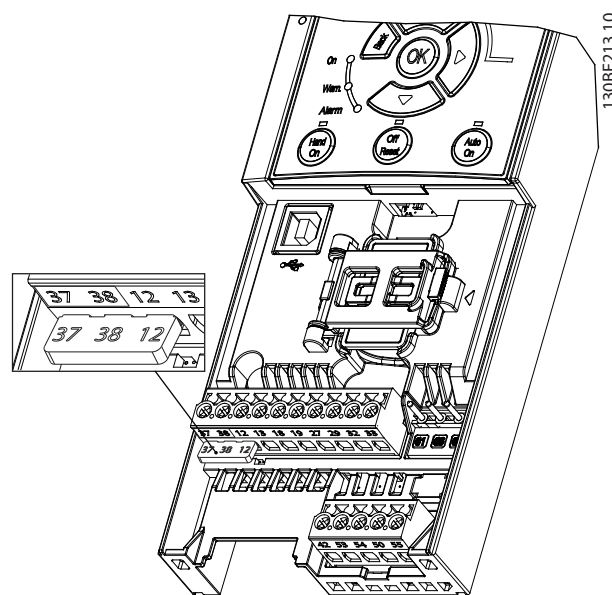

図 6.3 端子 12(24 V)、37 および 38 間のジャンパー線
- コントロール端子 12 (24 V)、37 および 38 の間のジャンパー線を除去します。短絡を回避するためには、ジャンパー線を切断/断線するのでは不十分です。図 6.3 のジャンパー線を参照してください。